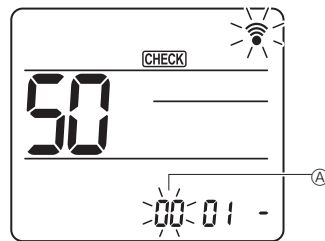

Fig. 6-17
- ② Configuración del número de unidad
Pulse el botón [↓] para seleccionar el número de unidad ①. (Fig. 6-17)